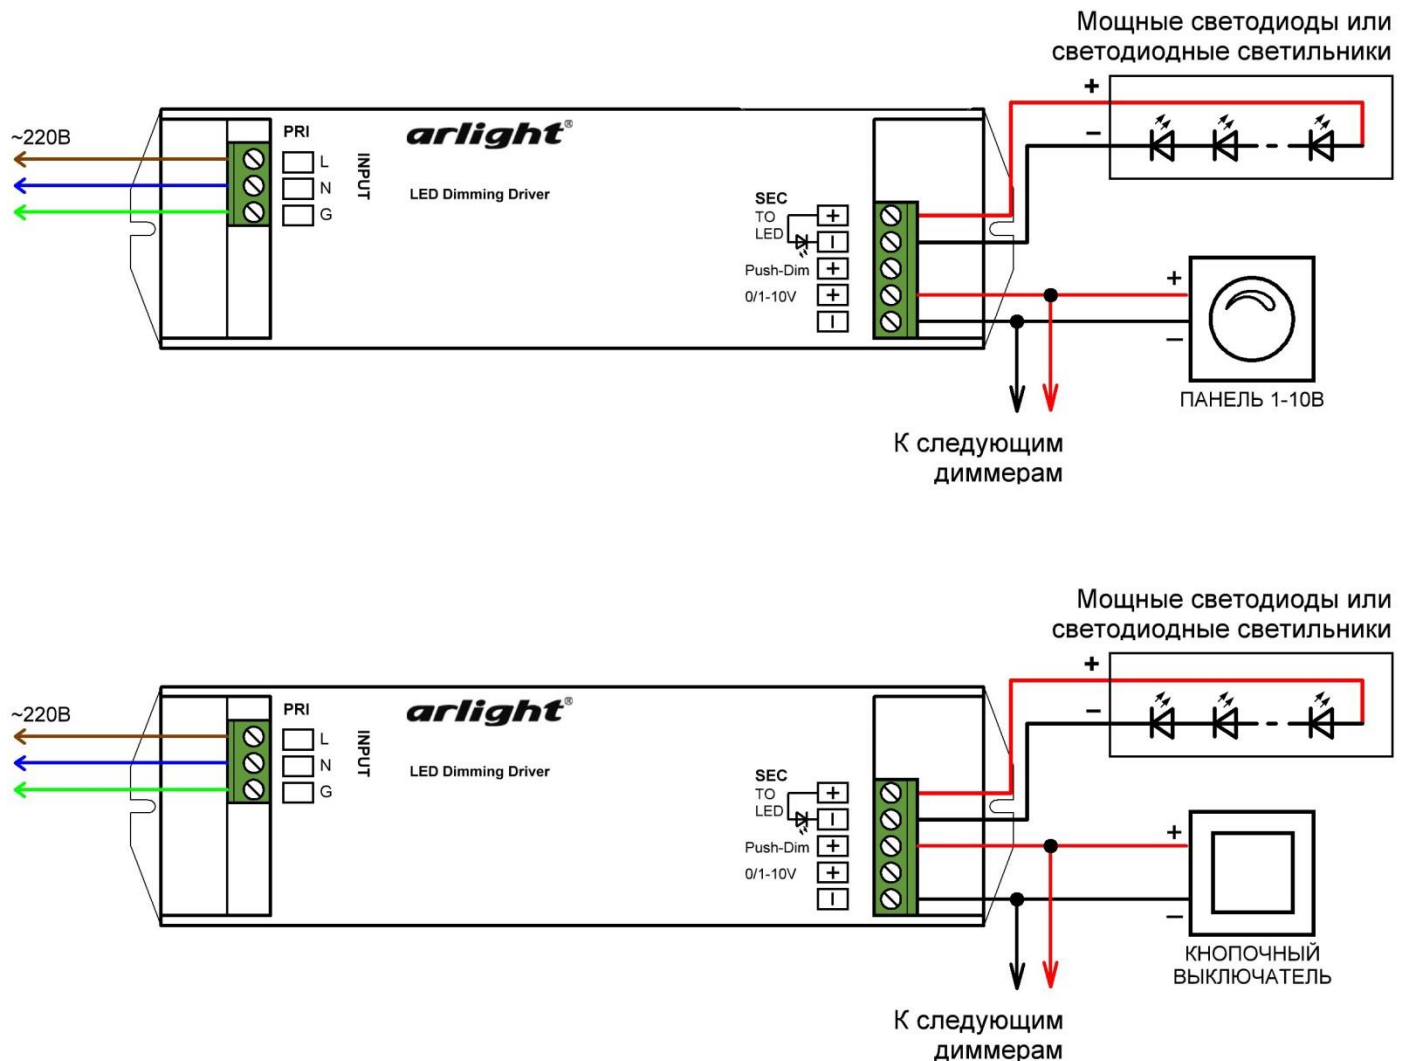

Рис.1. Схема подключения диммеров.
- 3.4. Подключите светодиоды или другой совместимый светодиодный источник света к выходу **SEC** диммера, соблюдая полярность (Рис.1).